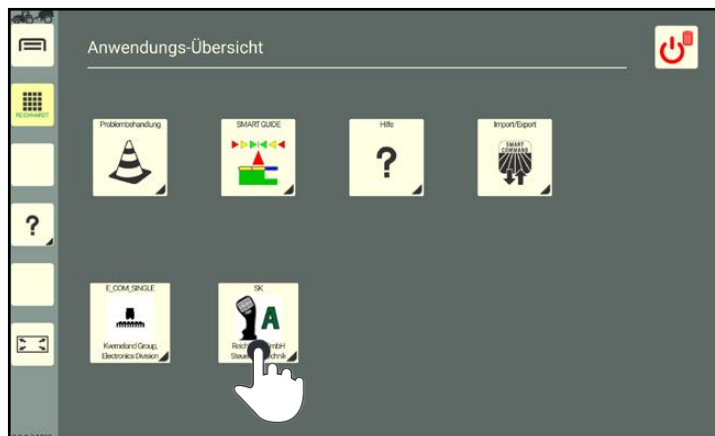

Abb. 74: Anwendungs-Symbol in Anwendungs-Übersicht gedrückt halten
1. Halten Sie das Anwendungs-Symbol in der Anwendungs-Übersicht gedrückt (siehe Abb. 74).